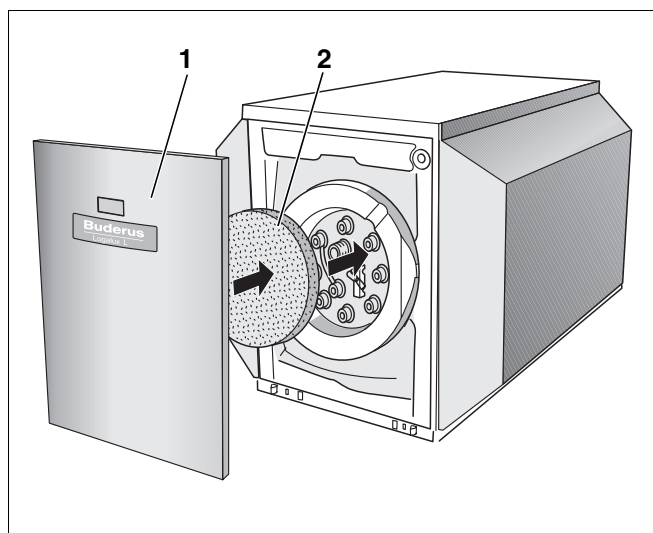

Fig. 19 Monter l'isolation thermique et la paroi avant
- Insérer l'isolation thermique (fig. 19, **pos. 2**) devant le couvercle de la trappe de visite.
- Accrocher le panneau avant (fig. 19, **pos. 1**) en haut et appuyer sur la partie inférieure jusqu'à ce qu'il s'enclenche sur le préparateur.